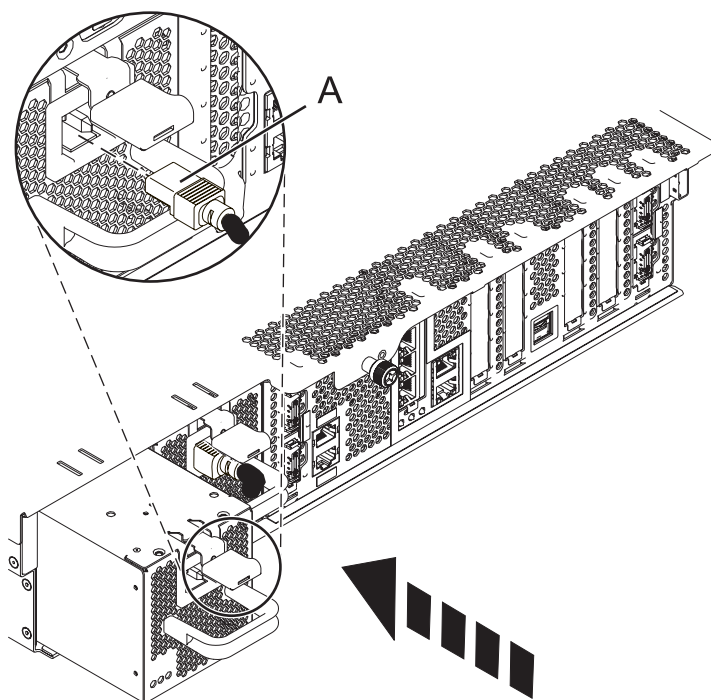

Figure 7. Remplacement d'une alimentation électrique
2. Insérez la nouvelle alimentation électrique dans le système jusqu'à ce que le taquet de verrouillage s'emboîte dans son logement comme indiqué à la figure 7, à la page 10.
3. Rebranchez le câble d'alimentation (A) à l'avant du bloc, comme indiqué à la figure 7.